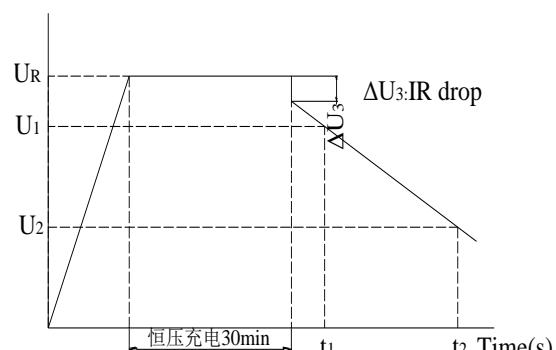

图 2 充放电曲线图
- (1) 将转换开关 S 切换到恒流/恒压源, 以 5 mA 的电流给待测电容器恒流充电;
- (2) 在待测电容器的电压达到额定电压 U_R 后恒压充电 30min;
- (3) 在恒压充电 30min 后, 将转换开关 S 切换到恒流放电装置以 5 mA 的电流恒流放电; 测量电容器两端电压从放电开始到 U_1 (4.4 V) 和 U_2 (2.2 V) 的时间 t_1 和 t_2 , 如图 2 所示, 根据下式计算电容器的容量: